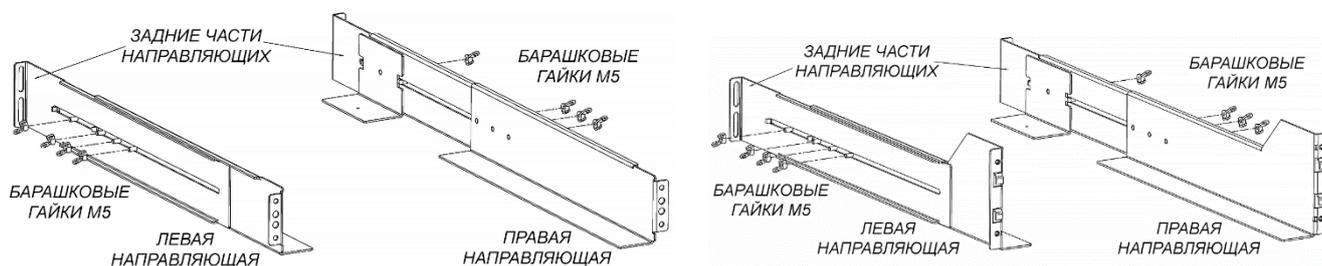

Рис.1 Сборка рельс высотой 2U и 3U
2. Соберите рельсы в соответствии с Рис.1.